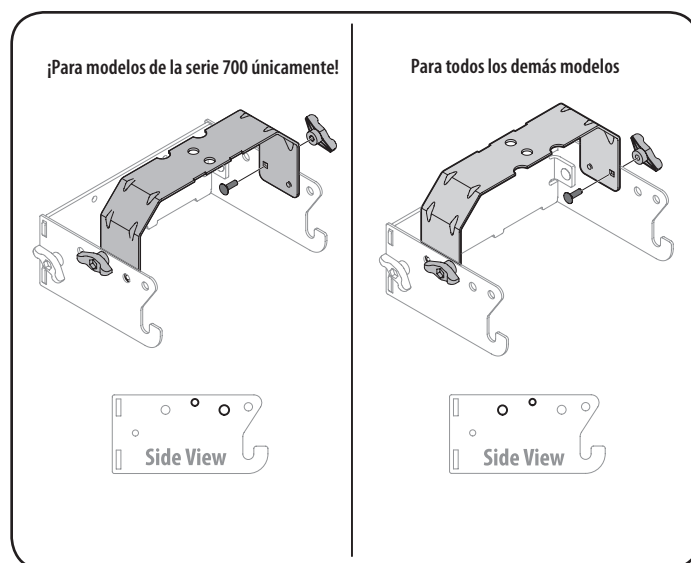

Figura 7
2. Dé vuelta el conjunto y monte la ménsula de soporte de enganche al conjunto de montaje como se muestra en la Figura 7.
Nota: Los orificios más próximos a los ganchos de montaje se utilizarán para todas las máquinas del modelo de la serie 700, en tanto que los dos orificios más cercanos al montaje cruzado son para todos los demás modelos. Habrá que dar vuelta la ménsula de soporte de enganche para permitir el alineamiento de los orificios pertinentes según el modelo de máquina en la que se instale esta embolsadora. Consulte la Figura 7.